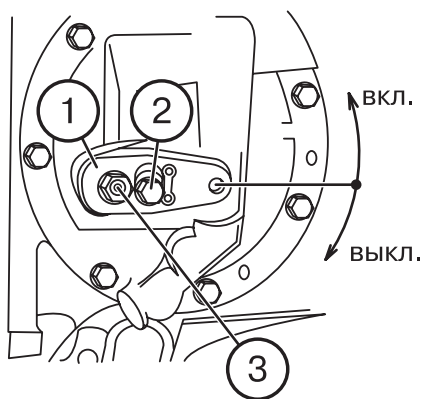

Рисунок 4.4
- 5) отсоедините и демонтируйте трубопроводы (18), (23), (24), (25) гидросистемы трансмиссии;
- 6) отсоедините маслопровод (2) смазки обоймы карданного вала привода ПВМ;
- 11) переведите рычаг управления масляным насосом коробки передач (КП) в положение выключено (**рисунок 4.4**);